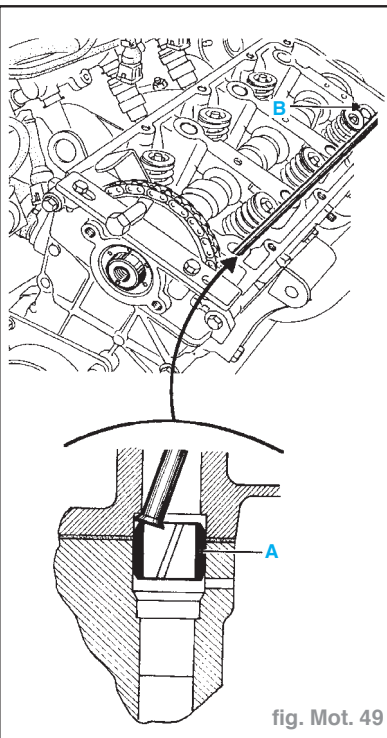

fig. Mot. 49
- Desserrer la vis de fixation (V) de la butée d'arbre à cames, dégager la butée de sa gorge, reculer l'arbre à cames.
- Enfoncer les douilles de centrage (A) et (B) en utilisant par exemple une tige de culbuteur usagée (fig. Mot. 49).